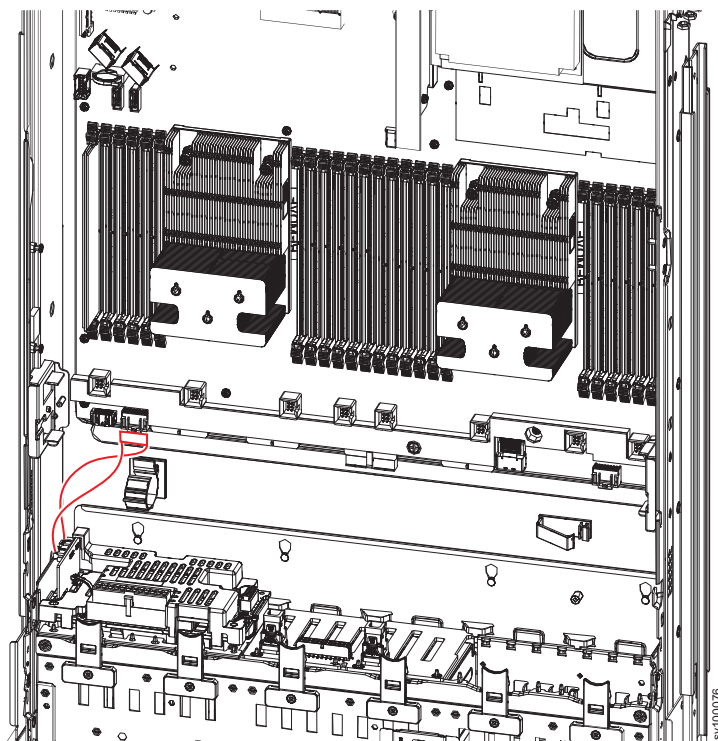

図 155. 2145-SV1 バッテリー・バックプレーン電源センス・ケーブル
4. 204 ページの図 155 に示すように、バッテリー・バックプレーンとメイン・ボードとの間の電源センサー・ケーブルを取り外します。